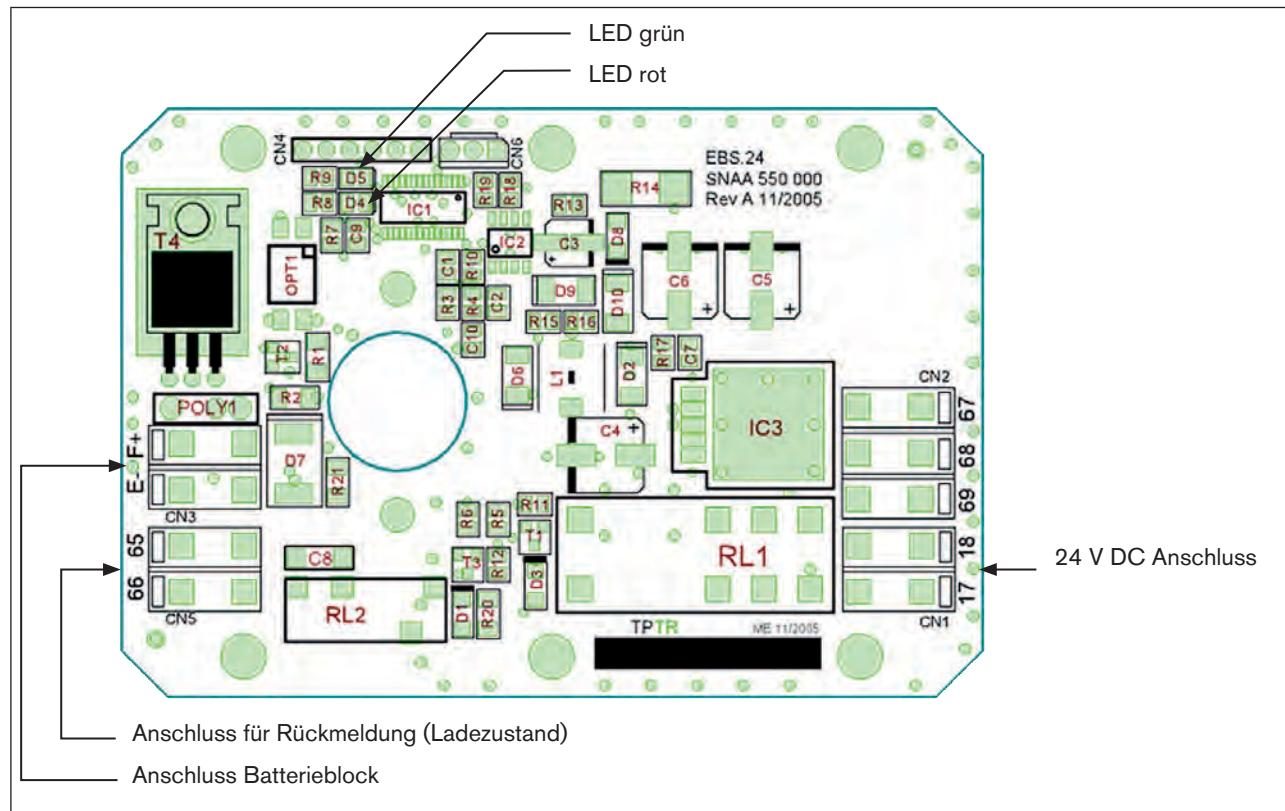

Bild 28: Darstellung: Elektronische Karte
2. Klemme 17(siehe „Bild 28: Darstellung: Elektronische Karte“)